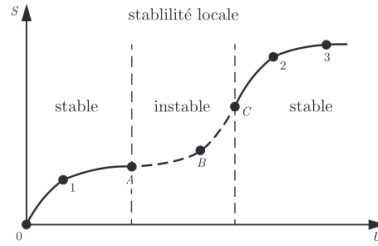

Figure 7: Schéma de stabilité locale
La stabilité d'une quantité de matière dans un certain état dépend du signe de la courbure de l'entropie  $S(U, V)$  par rapport aux variables d'état énergie interne  $U$  et volume  $V$  dans l'espace des états  $(U, S, V)$ . La stabilité de l'état dépend du signe de la dérivée seconde de l'entropie par rapport à ses variables d'état. Dans la figure 7, le critère de stabilité locale est donné par  $\frac{\partial^2 S}{\partial U^2} \leq 0$  et son critère de stabilité globale est donné par l'eq (74) ou la courbure globale est négative ou nulle: